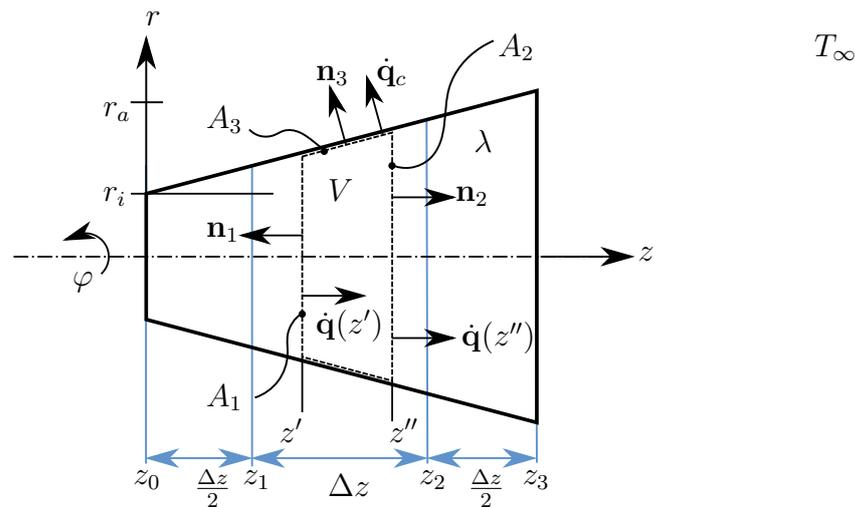

Abbildung 4: Skizze des betrachteten Kegelstumpfes.
4. Von dem in Abbildung 4 gezeigten Kegelstumpf soll die transiente Temperaturverteilung berechnet werden. Es wird angenommen, dass die Temperaturverteilung  $T(t, z)$  unabhängig von den Koordinaten  $r$  und  $\varphi$  ist. Die beiden Ränder  $z = z_0$  und  $z = z_3$  sollen in der Modellierung als adiabat betrachtet werden. An der Mantelfläche wird Energie durch Konvektion an die Umgebung abgegeben. Folgende Größen des Kegelstumpfes sind bekannt:
- d) Geben Sie die Energieerhaltung (Leistungsbilanz) für das in Abbildung 4 dargestellte Volumen  $V$  in der Form  $\int_{z'}^{z''} \nu(T, z) dz = 0$  an. *Hinweis: Sie können den Zusammenhang* 3 P. |
- f) Für eine spätere Diskretisierung der Leistungsbilanz aus Unterpunkt d) wird der Kegelstumpf wie in Abbildung 4 skizziert in drei Volumen mit den Längen  $\frac{\Delta z}{2}$  und  $\Delta z$  unterteilt. Geben Sie ein RC-Ersatzschaltbild für diese Diskretisierung an und zeichnen Sie dort die Temperaturen der drei Volumen ein. *Hinweis: Sie müssen die Ersatzgrößen  $R_k$  und  $C_k$  nicht berechnen.* 2.5 P. |